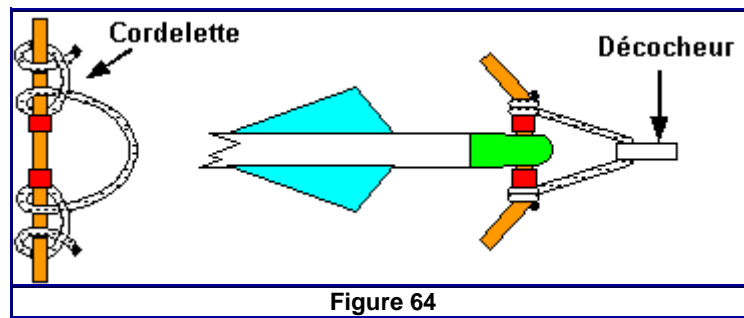

Figure 64
- Un repère de placement peut être réalisé, avec une **cordelette** accrochée de part et d'autre de l'encoche, permettant ainsi d'**optimiser le déclenchement** en réduisant à zéro la hauteur encoche-décocheur et permettant une tirade dans l'axe de la flèche. (Figure 64)